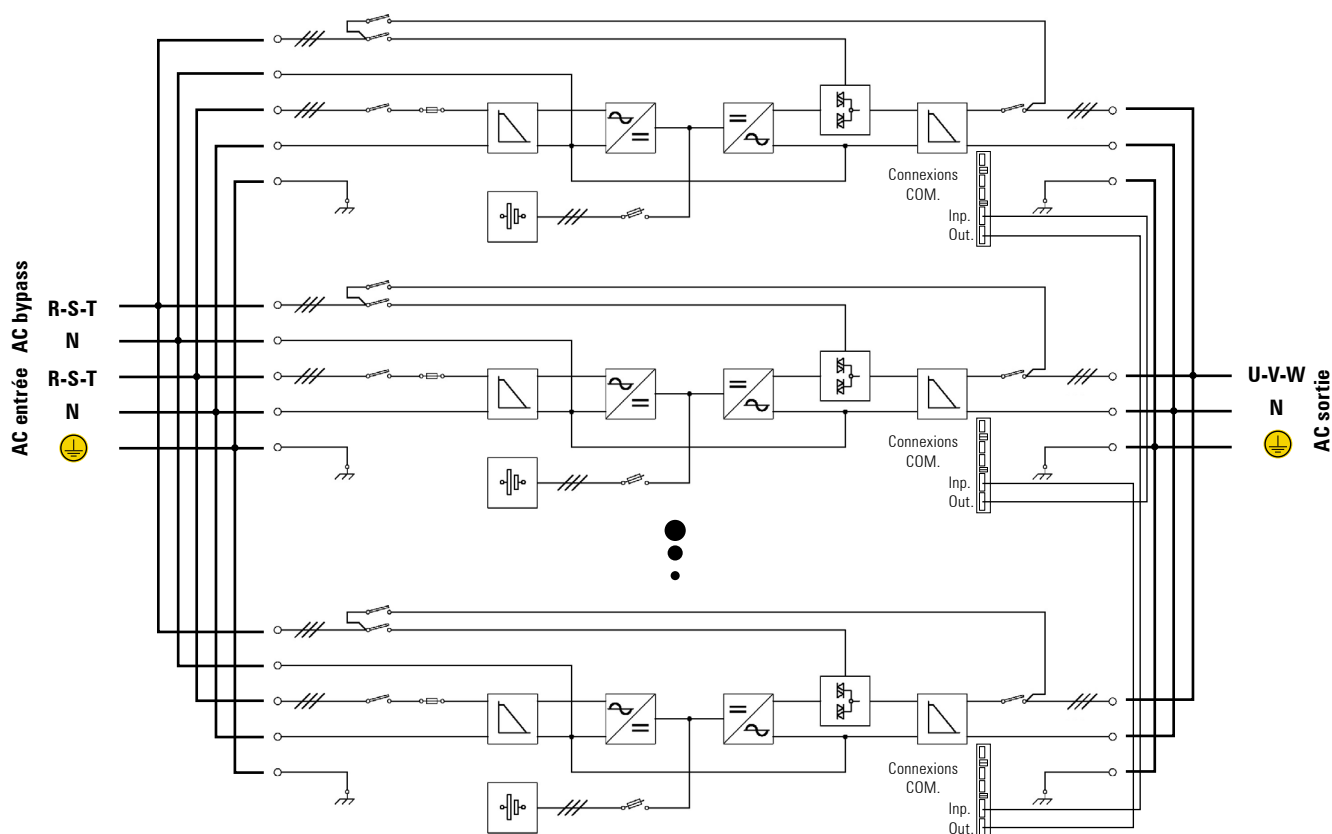

Fig. 29. Schéma de blocs, connexion système en parallèle jusqu'à 4 équipements **SLC CUBE3+ PS+ B**.
elles être chargées dans les intervalles indiqués selon la température ambiante (voir la date de la dernière charge annotée dans l'étiquette collée sur l'emballage de l'équipement ou de l'unité de batteries Fig.29).
- ❑ Une fois terminée la recharge de batteries, procédez à arrêter l'équipement, le déconnecter électriquement et gardez l'ONDULEUR et les batteries si correspond, dans leurs emballages originaux, en annotant la nouvelle date de recharge des batteries dans l'espace réservé sur l'étiquette (voir Fig. 29).